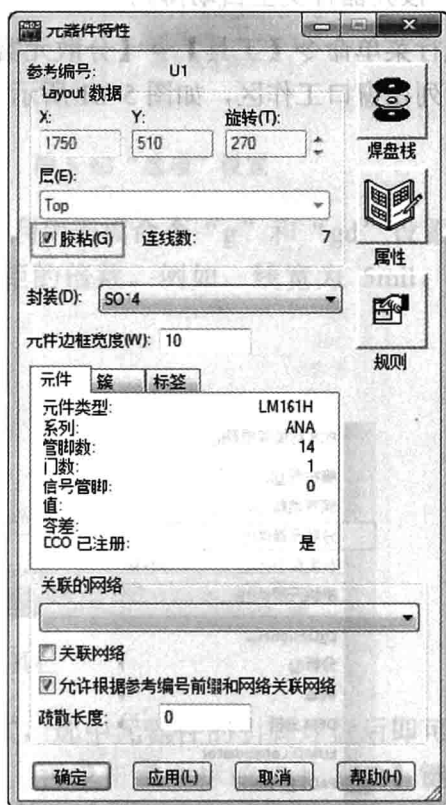

图 5-57 锁定元器件
- 锁定元器件。选中元器件后快速双击左键或按下【Ctrl+Q】快捷键进入“元器件特性”对话框，勾选“胶粘”选项，如图 5-57 所示。